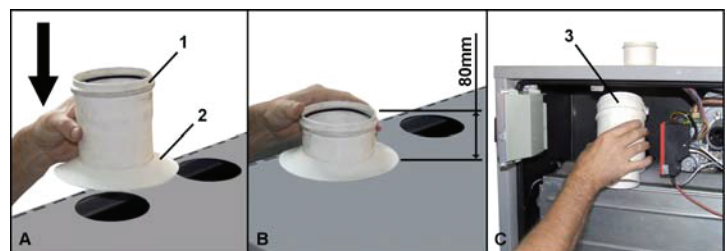

рис. 33
- B** Соблюдайте размер, указанный в рамке "B" на рис. 33. Данный размер следует увеличить на 5 мм для каждого добавленного модуля.